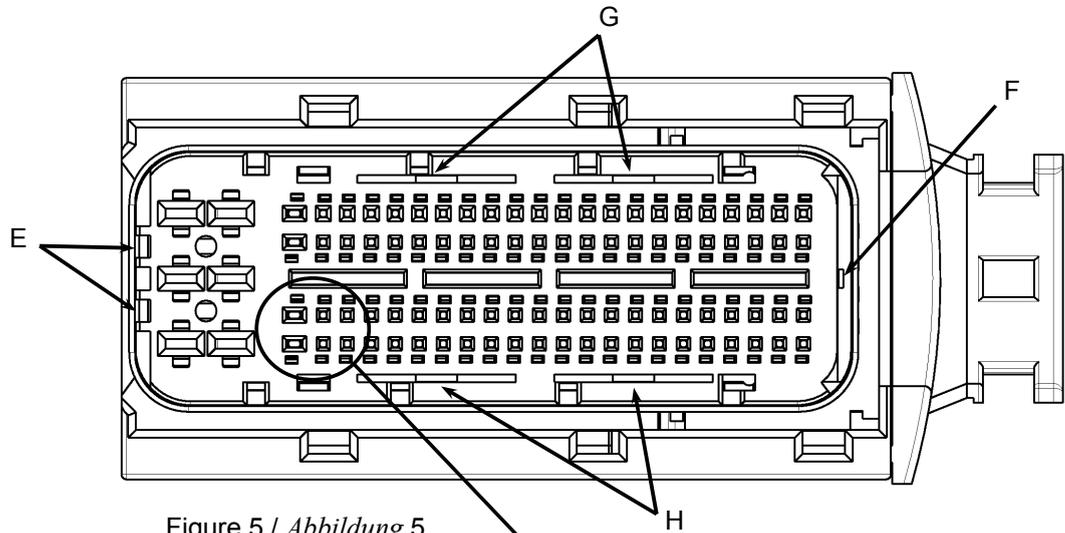
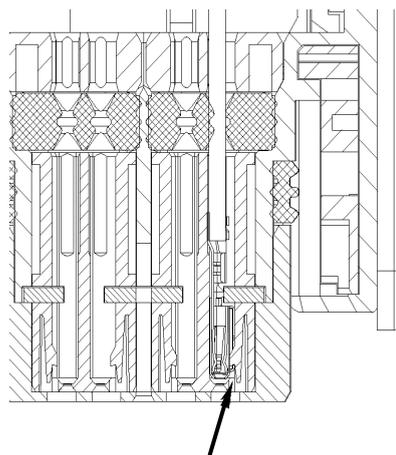

Figure 5 / Abbildung 5
Figure 6 / Abbildung 6
The contacts (1), with wires connected, are pushed through the seal into the chambers until they lock into position (see Figure 6). The geometry of the seal holders (2) ensures correct orientation of the contacts during insertion. The contacts must be pushed vertically into the chambers, canting of the contacts heightens the loading force and also can damage parts (for example the contacts). For warranty of water proof, the non-loaded cavities must be occupied with sealing plugs (3 and 3a). Optional, also a sealing plate is planned (see point 2.3).
Die angeschlagenen Kontakte (1) werden durch die Dichtung hindurch in die Kammer eingeschoben bis sie verrasten (siehe Abbildung 6). Die Geometrie der Dichtungshalter (2) gewährleistet die korrekte Orientierung der Kontakte beim Bestückungsvorgang. Die Kontakte sollten senkrecht in die Kammer eingeführt werden, ein Verkanten führt zu erhöhten Bestückungskräften, wobei auch Teile (z.B. Kontakt) beschädigt werden können. Zur Gewährleistung der Wasserdichtigkeit sind die nicht belegten Kammern mit einem Blindstopfen (3 und 3a) zu bestücken. Wahlweise steht eine Dichtplatte (siehe Punkt 2.3) zur Verfügung.
Remove the secondary lock by inserting a screwdriver 1.8x0.3 in the slot provided and levering the secondary lock out of the housing (Figure 5 Point E). The contacts are released from the front with the extraction tool PN 1-1579007-2 by levering out the locking hook beside the pin opening (Figure 6 and 7) and then pushed out of the chamber. During this the cable must be pulled with small force.
Entfernen der Sekundärverriegelung mit einem Schraubendreher 1.8x0.3 durch Aushebeln an der dafür vorgesehenen Aussparung (Abbildung 5 Punkt E). Die Kontakte werden mit dem Entriegellungswerkzeug PN 1-1579007-2 von vorn unter leichtem Kabelzug ausgedrückt.
Remove the secondary lock by inserting a screwdriver 1.8x0.4 in the slot provided and levering the secondary lock out of the housing (Figure 5 Point F). The contacts are released from the front with the extraction tool PN 1-1579018-4 by levering out the locking hook beside the pin opening (Figure 6 and 7) and then pulled out of the chamber. During this the cable must be pulled with small force.
Entfernen der Sekundärverriegelung mit einem Schraubendreher 1.8x0.3 durch Aushebeln an der dafür vorgesehene Aussparung (Abbildung 5 Punkt F). Die Kontakte werden mit dem Entriegelungswerkzeug PN 1-1579018-4 von vorne entriegelt, indem der Rasthaken neben der Stiftöffnung ausgehebelt wird (Abbildung 6 und 7). Gleichzeitig wird der Kontakt mit leichtem, senkrechtem Kabelzug vorsichtig durch die Dichtung und den Dichtungshalter aus der Kammer herausgezogen.
Mit einem Schraubendreher 1.8x0.3 unter leichtem Kabelzug nacheinander an den Punkten G oder H (Abbildung 5) den Spalt etwa 1mm aufweiten. Dabei ist darauf zu achten, dass der zuerst entriegelte Haken bei dem 94pol. Buchenstecker nicht wieder verrastet (Kabelzug beibehalten).